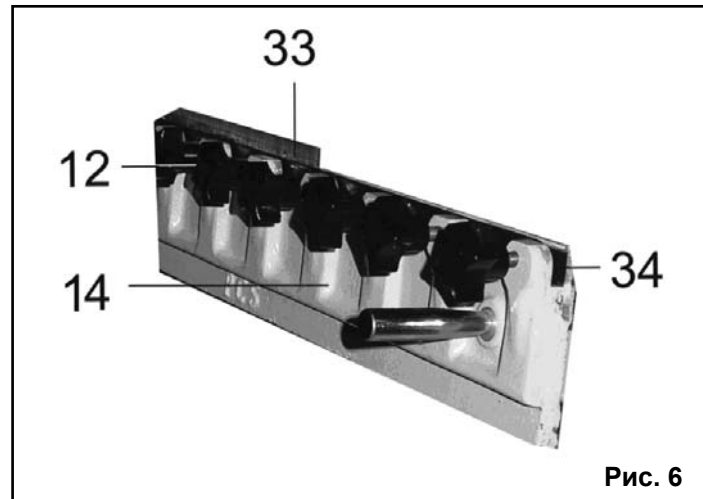

Рис. 6
10.1. Подготовка к работе (Рис.6,7)